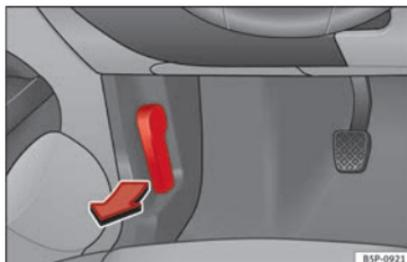

Fig. 144 Detalle de la zona reposapiés del lado del conductor: palanca para el desbloqueo del capó del motor.
- Tire de la palanca que se encuentra bajo el tablero de instrumentos »» fig. 144 en el sentido que indica la flecha. El capó queda desbloqueado por la acción resorte del muelle »» Δ.